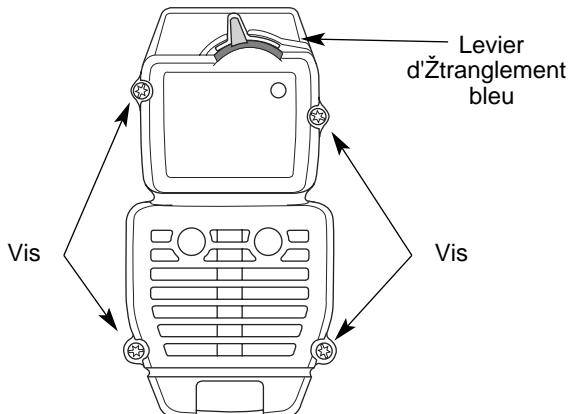

Fig. 24
2. Retirez les quatre (4) vis retenant le couvercle du filtre à air/silencieux (Fig. 24). Servez-vous d'un tournevis à lame plate ou à moitié no. 20 Torx.
2. Insérez les quatre (4) vis dans les trous du filtre à air/couvercle du silencieux (Fig. 24) et vissez sans trop serrer.